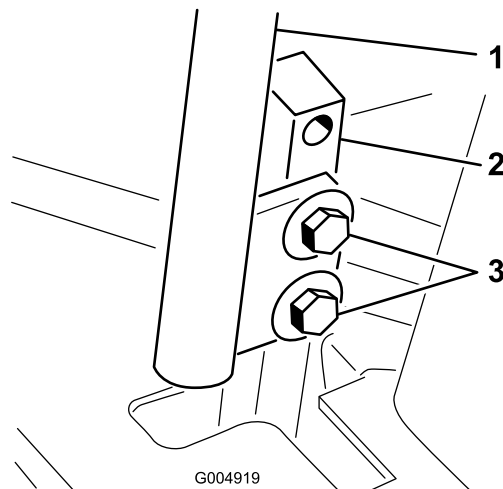

Рисунок 61
3. Ослабьте болты крепления рычагов управления (Рисунок 61).